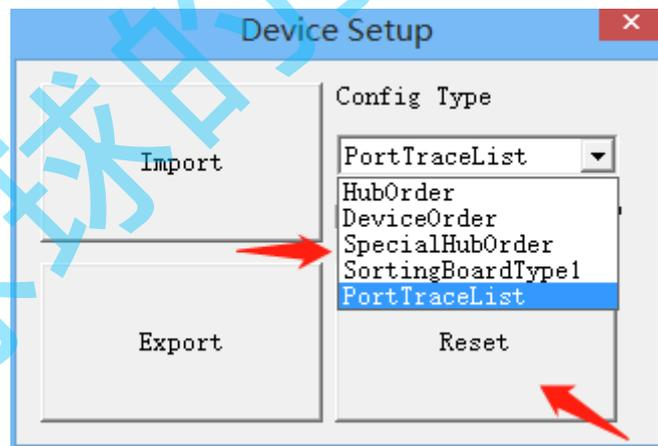

图 12
1. 双击打开 Innosstor MPTool.exe，进入如图界面，插入焊接好的 U 盘，如果没有被量产工具识别，点击搜寻装置，如果还是没有出现，按 F7，出现 Config Hub 按钮，点击进去，如图 12 所示步骤，选择列表后，点击 reset 后，如果还没有识别，检查板子焊接，尝试短接 ROM；特殊菜单：按 F6 擦除闪存、F9 强力擦除、F7 Config Hub、F8 reset hub；